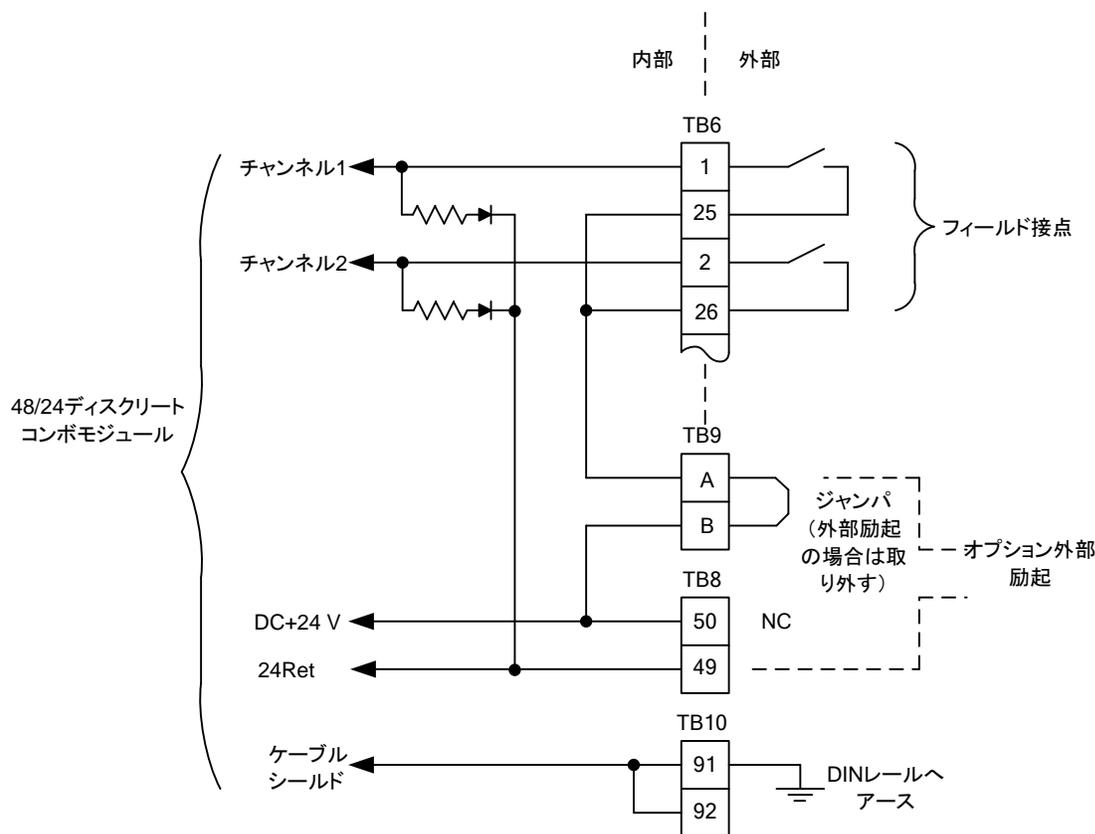

図 7-18. 24/12 ディスクリート FTM へのディスクリート入カインターフェース配線
各24/12ディスクリットFTMは24個の接点入力を受け入れます。24/12ディスクリットFTMは、ウェット接点印加電圧を供給することができます。オプションで、外部DC18~32 V電源を使って、回路印加電圧を供給することができます。DC24 V内部電源をウェット接点印加に使用する場合、TB9のFTM端子間にジャンパが必要です。ウェット接点印加に外部電源を使用する場合、外部電源のコモンをFTMのディスクリット入力コモン、端子49に接続する必要があります(図7-18を参照)。
- 内部DC24 Vを使用する場合、ジャンパを追加して内部DC24 Vをバス接続された電源端子台に接続する必要があります(図7-18.を参照)。
- 外部DC24 Vを使用する場合、外部DC24 Vのコモンをディスクリート入力コモンに接続する必要があります(図7-18.を参照)。接点の電力は、制御装置の電源から供給されるか、外部電源出力の定格がDC30 V以下のクラスIIでなければならない、出力には適切なサイズのヒューズを設ける必要があります(最大電流定格100/V(Vは電源の定格電圧または5 Aのいずれか小さい方))。